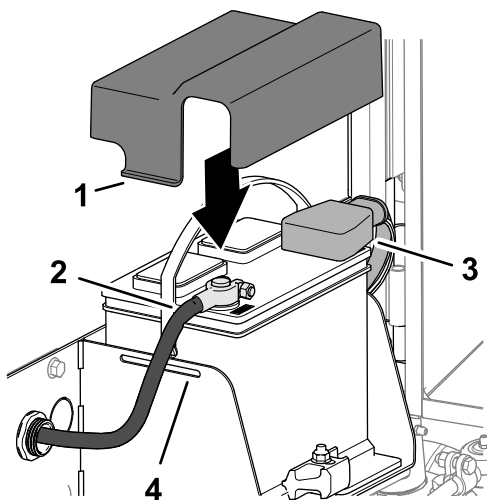

Figura 132
- Montați cablu pozitiv al bateriei (rou) la borna pozitivă (+) a bateriei (Figura 132).